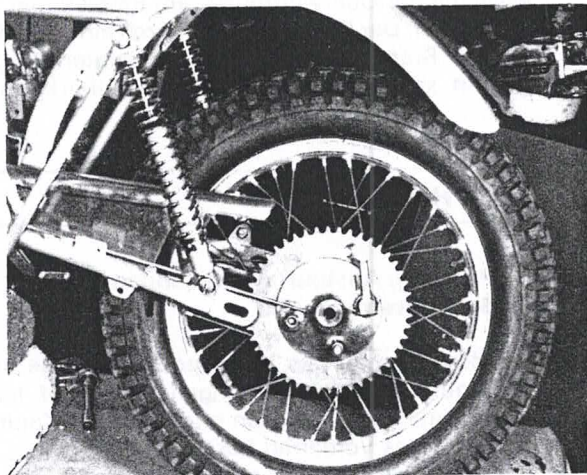

Bild 169
- Das Hinterrad ist nicht von der schnell ausbaubaren Art. Das Rad muss nach der Beschreibung in Kapitel 5.5, Punkte 2 und 3 von der Schwinge abgenommen werden (Bild 169).